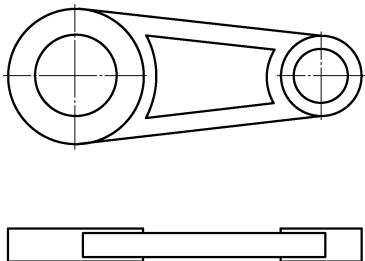

图 8-40 打开视图
- [1] 打开初始文件“Z8g3.slddrw”，打开视图，如图 8-40 所示。